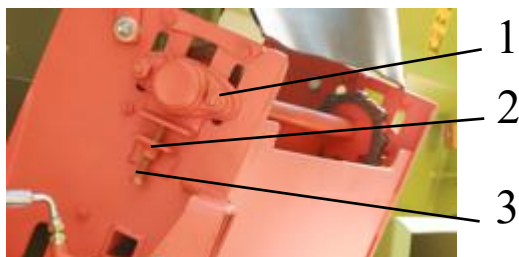

Рисунок 7.1.1. Натяжение транспортера
7.1 Натяжение цепей выгрузного конвейера (рисунок 7.1.1) осуществлять перемещением ведомого вала, отпустить болты 1 и контргайку 2, при помощи натяжных болтов 3, крутящим моментом 50 Н·м. Перетяжка ленты конвейера вызывает ускоренный износ ленты.
7.1.1 Смазка приводных цепчато-планчатого транспортера (рисунок 7.1.1).